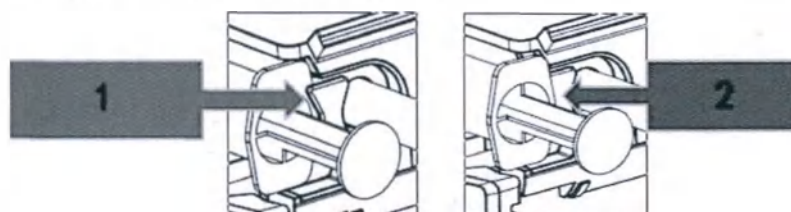

Рис. 17. Фиксация рукоятки цилиндра шприца.
Убедитесь, что рукоятка цилиндра шприца прижимается к корпусу насоса фиксатором рукоятки цилиндра шприца, как показано на рис. 17(1). На рис. 17(2) показана неправильная установка рукоятки цилиндра шприца.